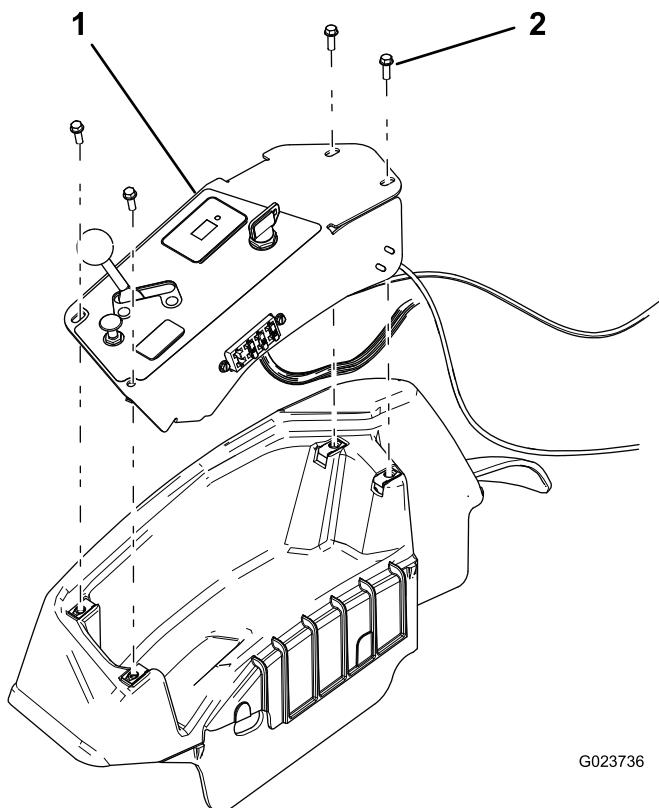

Figure 8
- Déposez le panneau de commande (Figure 8).